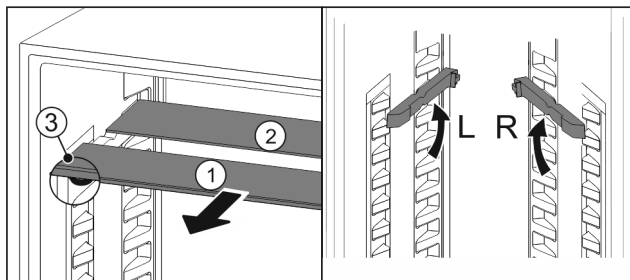

Fig. 118
- Посуньте Fig. 118 (1) скляну панель вперед.
- Скляна панель Fig. 118 (1) з декоративною планкою лежить спереду.
- Стопори Fig. 118 (3) показують вниз.